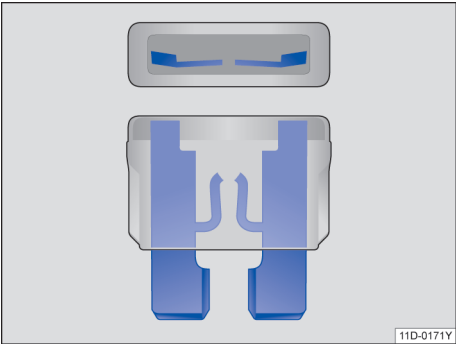

图 144 烧断的保险丝：扁平插入式保险丝
- 烧断的扁平插入式保险丝（ATO®、MINI®、MAXI+®）可从上面和侧面透过透明外壳通过熔断的金属条来识别→图 144。